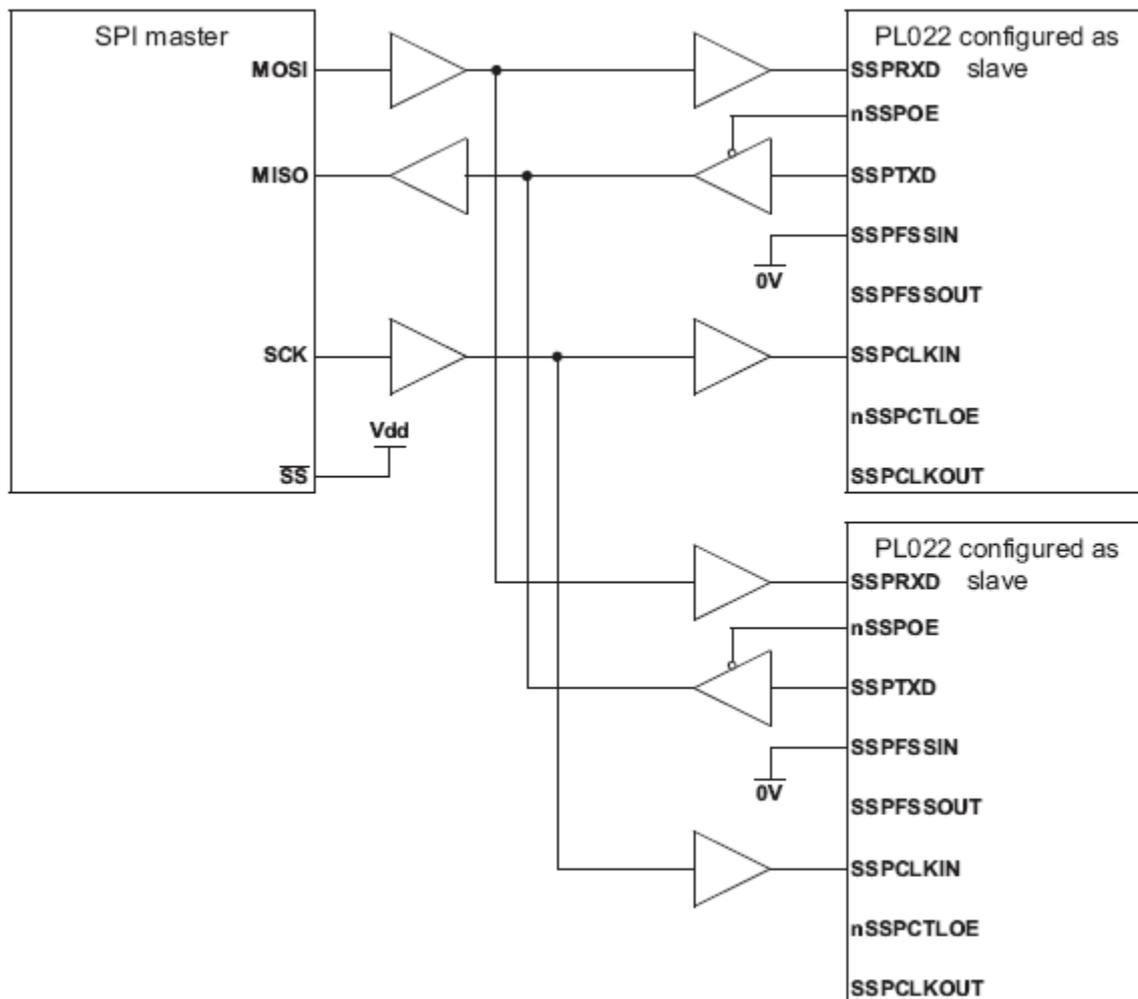

Рисунок 110 – Ведущее устройство, протокол SPI,
Рисунок 110 показывает ведущее устройство, поддерживающее протокол SPI фирмы Motorola, соединенное с двумя модулями SSP, сконфигурированными для работы в ведомом режиме. Линия Slave Select (SS) ведущего устройства в этом случае установлена в высокий логический уровень. Ведущее устройство осуществляет передачу данных по линии MOSI циркулярно в адрес двух ведомых модулей.